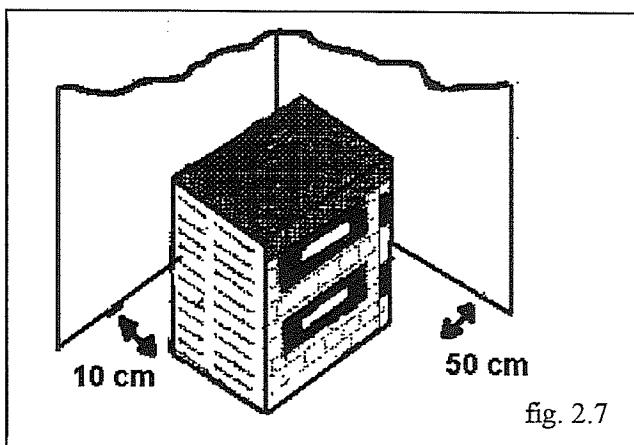

fig. 2.7
- ⇒ Le four doit être placé sur une surface plate à au moins 10 cm des murs de la pièce de façon à permettre une aération suffisante (fig. 2.7)